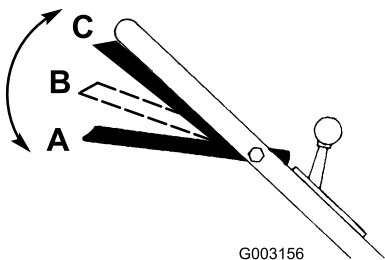

Figure 15
1. Placez la barre de commande de la lame en position A (Figure 15).
2. Poussez la barre de commande vers la droite et relevez-la à la position B pour engager la lame (Figure 15).
3. Serrez la barre de commande contre le guidon à la position C pour avancer (Figure 15).